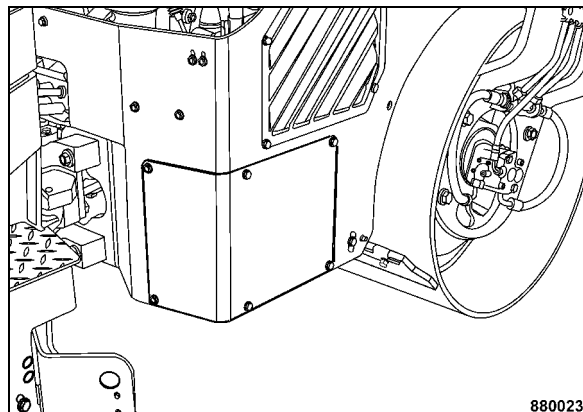

Fig. 46
- Smontare la copertura del vano batteria (Fig. 46).